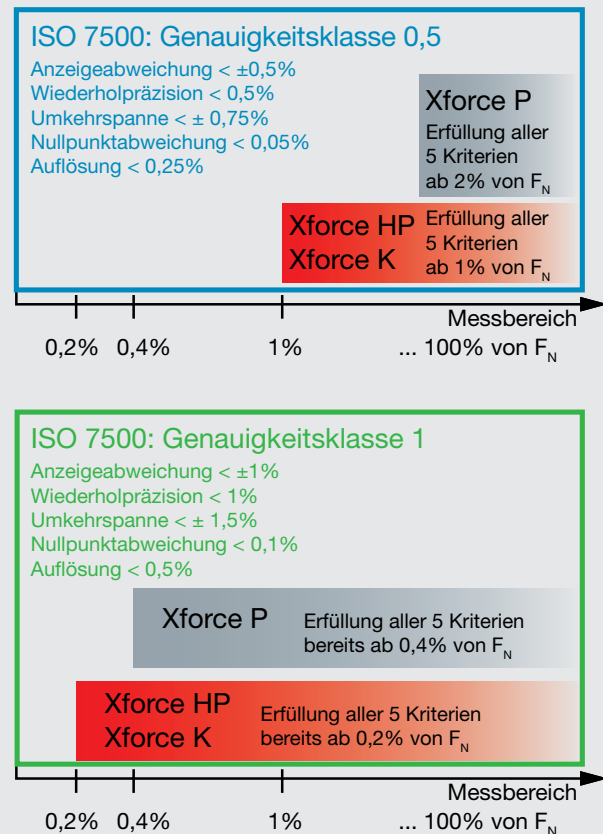

Bild 1:
- Xforce Kraftaufnehmer erfüllen alle 5 Kriterien der Genauigkeitsklassen nach ISO 7500-1 in einem sehr großen Messbereich (siehe Bild 1).